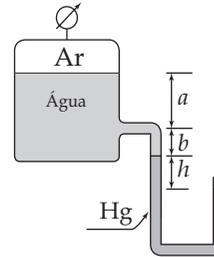

Figura Ep1.45
**Ep1.45** Sabendo-se que a pressão atmosférica local é igual a 95 kPa, que a densidade relativa do mercúrio é igual a 13,55 e a da água é igual a 1, pede-se para determinar a pressão manométrica e a absoluta do ar contido no recipiente da Figura Ep1.45. Considere que  $a = 1,3 \text{ m}$ ,  $b = 0,5 \text{ m}$  e  $h = 0,3 \text{ m}$ .